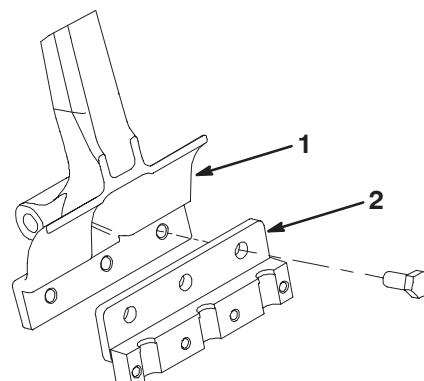

Bild 23
2. Befestigen Sie einen Stachelhalter mit drei 1/2 x 1–1/4 Zoll Kopfschrauben an jedem Stachelarm (Bild 23). Ziehen Sie die Kopfschrauben mit 102 Nm an. (Kopfschrauben liegen den Stachelhalterungen bei).